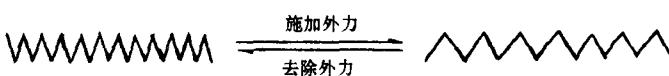

图 1-2-2 普弹形变时大分子链键角变化示意图
1. 玻璃态。处于玻璃态下的聚合物，体系的粘度很大。这时无论是聚合物的整个分子链活动还是链段的内旋转都已被冻结，受力是以普弹形变为主，即加外力时，形变很小；除去外力后，立刻完全恢复原状（可逆）。应力与形变成正比，服从虎克定律。形变是在瞬时内完成的，可考虑与时间无关。普弹形变是由键的微小伸缩和键角的微小变化造成的，它反映出形变值小、可逆、与时间无关的三个特点。见图 1-2-2。